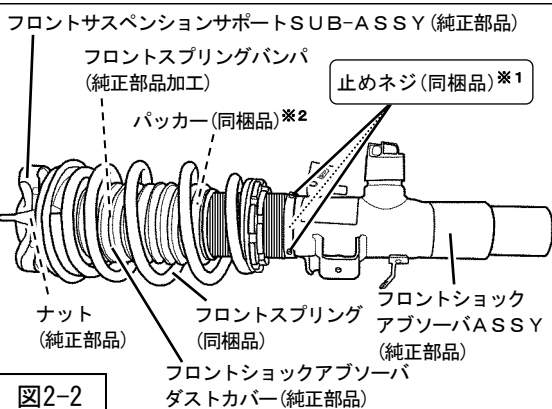

図2-2
2. 止めネジ (同梱品) を使用して (締付トルク : 3N・m) フロントライドハイトアジャスターASSY (同梱品) をフロントショックアブソーバASSY (純正部品) に固定してください。(図2-2)
3. 自動車メーカー発行の整備要領書に従って、P6「サスペンションASSY構成図」を参考に、フロントスプリング (同梱品) フロントスプリングバンパ (純正部品加工) フロントショックアブソーバダストカバー (純正部品) フロントサスペンションサポートSUB-ASSY (純正部品) をフロントショックアブソーバASSY (純正部品) に組付け、ナット (純正部品) (締付トルク : 71N・m) で固定してください。(図2-2)
【※2】 巻上げ寸法を24mm以上に調整する場合は、パッカー (同梱品) を装着してください。(図2-2) (出荷時車高は取付けてください。)